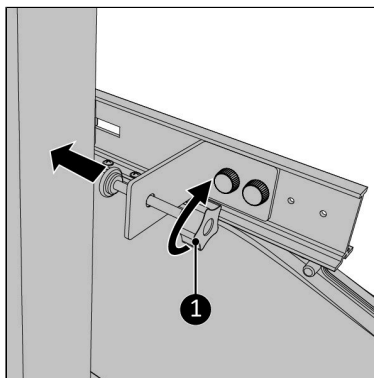

Figura 92.
15. Înșurubați cu grijă șurubul de fixare pe partea fixă a ramei ferestrei (Figura 92, nt. 1).